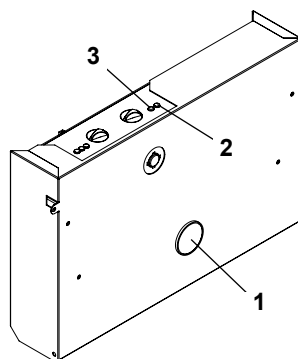

Figura 3.3
Se sul display si visualizza una anomalia **01E** la caldaia è in blocco di sicurezza e la **lampada di blocco della caldaia 2 in Figura 3.3 è accesa.**
Per ripristinare il funzionamento dalla caldaia, premere il pulsante di ripristino (3) presente nel pannello comandi in Figura 3.3.
Pressione bassa del termomanometro 1 in Figura 3.3
Controllate sul termomanometro 1 in Figura 3.3 che la pressione del circuito di riscaldamento non sia prossima a 3 bar; in questo caso si consiglia di scaricare parte dell'acqua dell'impianto attraverso le valvoline di sfogo d'aria presenti nei termosifoni in modo da riportare la pressione ad un valore regolare.